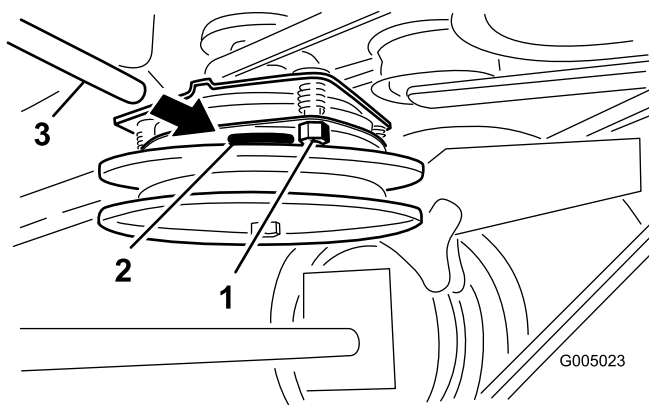

Figura 60
2. Apriete las contratuercas hasta fijar ligeramente la galga pero dejando que ésta se pueda mover con facilidad en la separación (Figura 60).